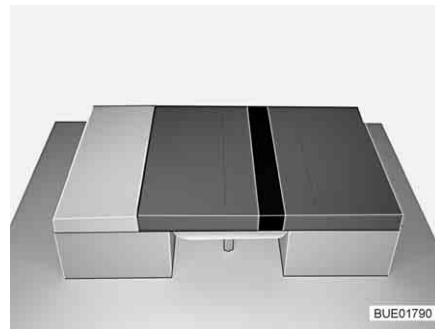

Bild 92 Efter ombyggnaden
- Lägg den extra dynan mellan sittdynorna (se Bild 92).